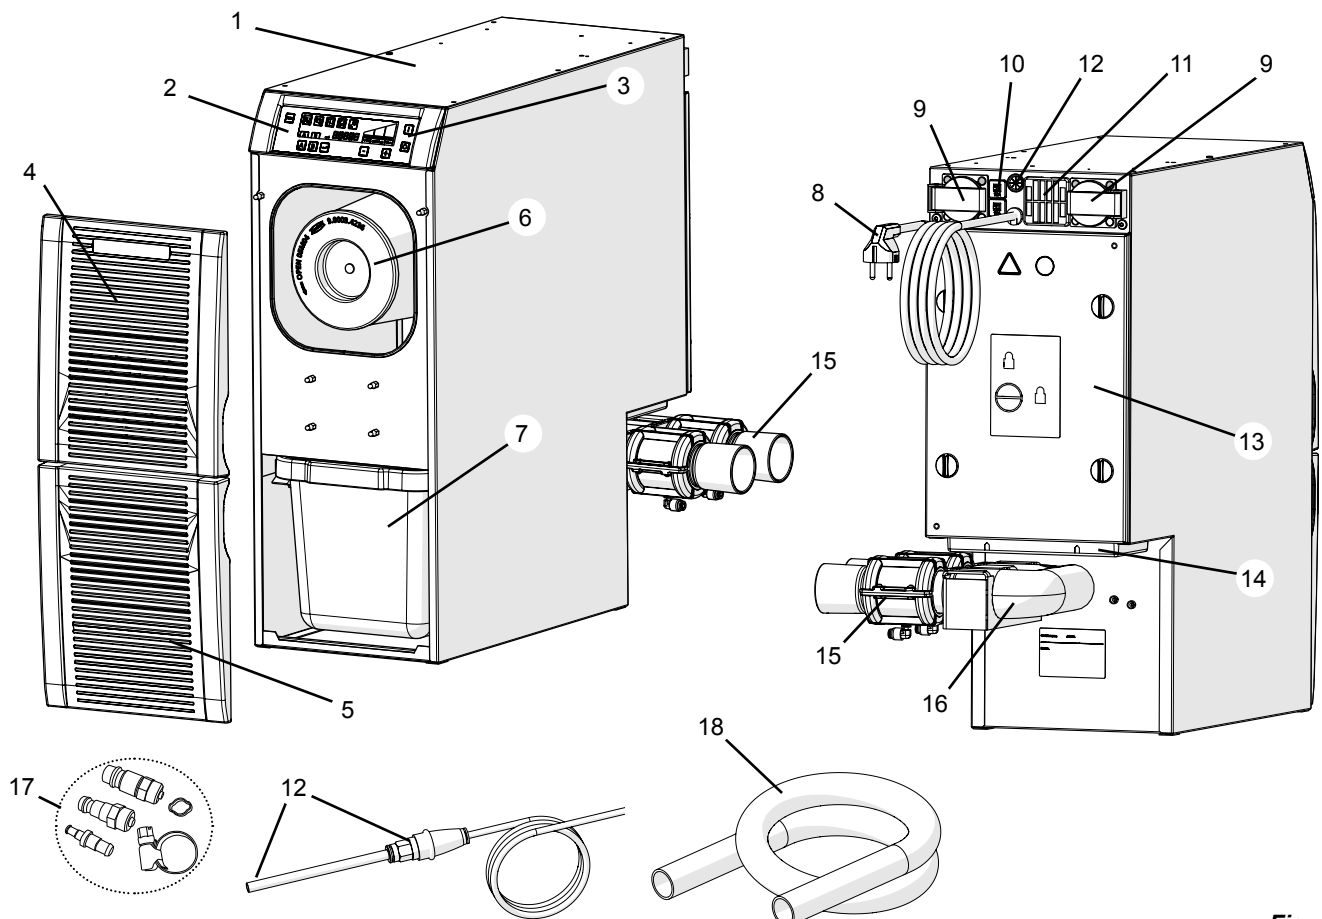

Fig. 1
- a exaustão de ar (14, Fig. 1) não fique obstruída.
- ⇒ Desligue o aparelho no botão Lig/Desl (3, Fig. 1).
- ⇒ Selecione do conjunto de conexões fornecido (17, Fig. 1) o acoplamento de mangueira adequado e aplique-o na ponta da mangueira.